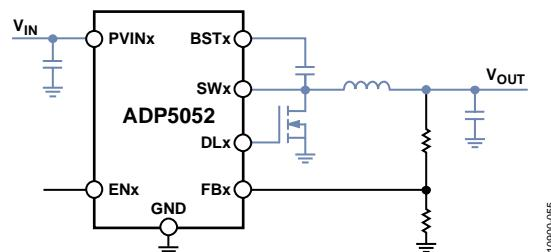

図 52. 代表的な回路において高電流が流れるパターンを青色で示す
- 高電流ループ・パターンは、出来るだけ短くて太くなるようにして下さい。図 52 に高電流が流れる経路を示します。